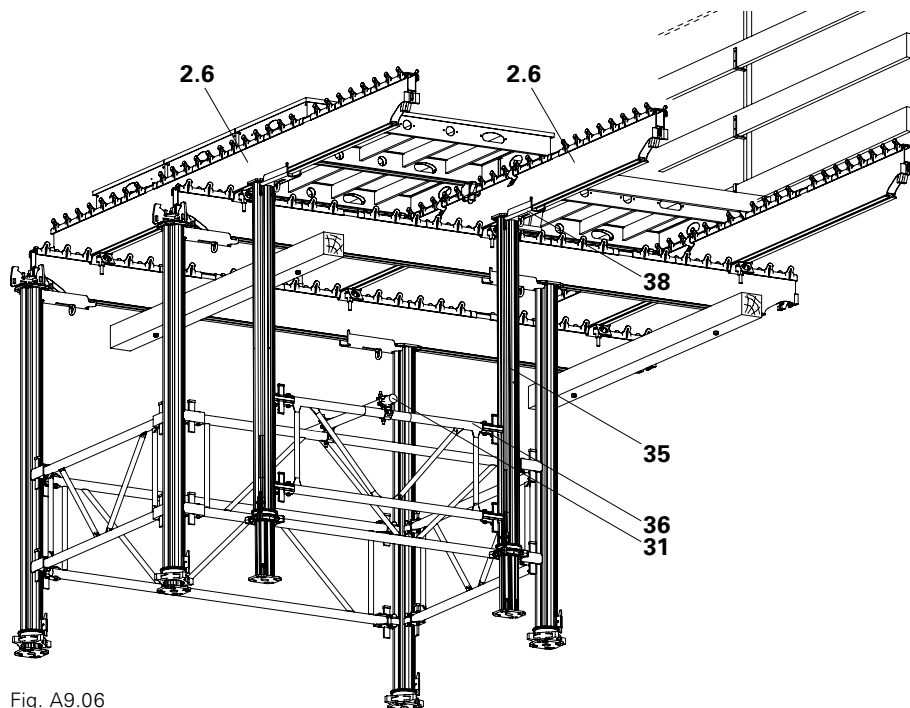

Fig. A9.06
2. Fixar 2 prumos MULTIPROP (35) a 1,50 m do final da consola da viga utilizando o conector de mesa STV (38).
3. Travar os prumos MULTIPROP com o bastidor MULTIPROP MRK 150 (36).
4. Ligar os bastidores MRK 150 aos bastidores MRK 225 (36.1) com pelo menos um tubo de andaime L = 2,25 m (31) e três abraçadeiras. (Fig. A9.06)